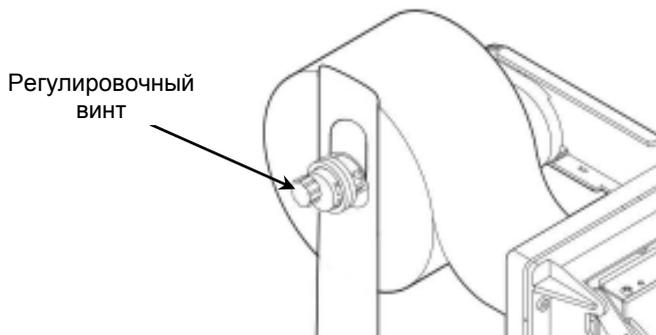

Рисунок 2
4.4 Для установки рулона термобумаги необходимо сдвинуть оба фиксатора на боковых поверхностях, открыть крышку принтера и установить рулон на держатель так, чтобы бумага в устройство печати поступала сверху рулона. Установите фиксатор рулона на держатель, отрегулируйте прижим вращением зеленого регулировочного винта (рисунок 2) таким образом, чтобы рулон бумаги не смешался вдоль держателя; закрепите фиксатор рулона винтом к основанию. Отрежьте неровный край ленты под прямым углом, поместите край бумаги в приемную щель термопринтера и дождитесь пока она будет автоматически направлена.